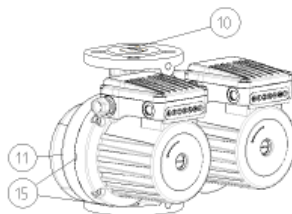

Рис. 2
- насосы LHNД, LHNМД имеют сдвоенный гидравлический корпус (рис. 2 – поз. 11) со встроенной пластиной клапана (рис. 2 – поз. 10), которая самостоятельно поворачивается в зависимости от течения среды одного или другого насоса;